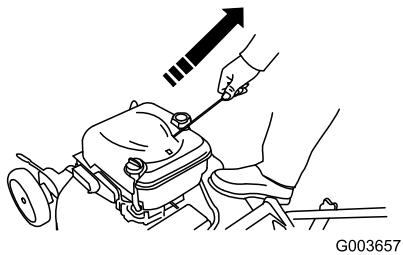

Figure 20
- Tirez la poignée du lanceur sur le moteur (Figure 20).